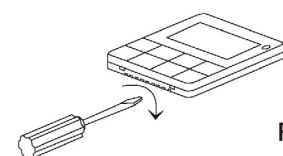

Fig.1
2. Como se muestra en la Fig.1, utilice un destornillador plano para hacer palanca en la ranura inferior del termostato haciendo palanca ligeramente (demasiada fuerza dañaría la placa del circuito), haga palanca rotativamente para abrir la cubierta trasera.